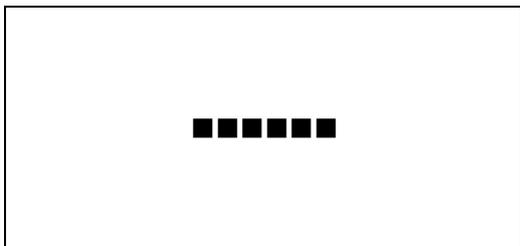

図4-20 オンスクリーンメニュー (SIZE SELECT例)
- 1) CHARACTERメニューで「SIZE SELECT[SIZE]」を選択し、**ENTER**ボタンを押すと図4-20のような設定メニューが表示されます。